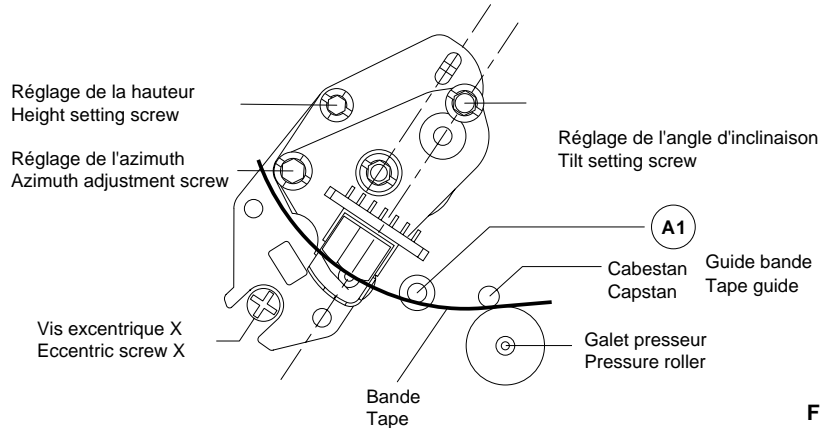

Fig. 25
- A l'aide de la vis de réglage de l'angle d'inclinaison (Fig. 25) bien ajuster le bord inférieur de la bande au ras de l'épaulement inférieur du guide bande "A1" (la bande ne doit pas être en appui sur son bord inférieur).
- A l'aide de la vis de réglage de hauteur, régler la tension de sortie au maximum (Fig. 25).
- A l'aide de la vis de réglage d'azimut, régler la tension de sortie au maximum (Fig. 25).
- Introduire le code ④ ⑨ ③ ④ et confirmer par la touche [OK].
- A l'aide de la vis excentrée (Fig. 25) régler au maximum la tension d'enveloppe FM /  $\underline{U}$ /FMES au point de mesure  $\nabla$  du circuit principal (couplage cc).
- Quitter la fonction de service en appuyant sur la touche ④ ou débrancher le magnétosecteur du secteur.
- By means of the tilt angle adjusting screw (Fig. 25) move the tape until the lower edge just touches the tape guide "A1" (the lower edge of the tape must not bend).
- Adjust for maximum output voltage with the height adjustment screw (Fig. 25).
- Adjust to maximum output voltage with the azimuth adjustment screw (Fig. 25).
- Enter ④ ⑨ ③ ④ in this order and confirm with button [OK].
- With the eccentric screw (Fig. 25) set the FM envelope voltage  $\underline{U}$ /FMES at test point  $\nabla$  on the family board to maximum (DC-coupled).
- Terminate the Service Function by pressing button ④ or by disconnecting the VCR from the mains.